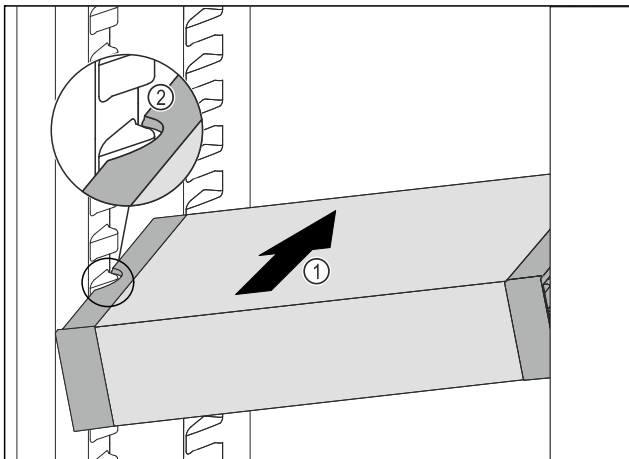

Fig. 104
- ▶ A VarioSafe fiókot ferdén tolja be a hűtőrészbe Fig. 104 (1) annyira, hogy a VarioSafe oldalsó kivágásai Fig. 104 (2) a hűtőrészben a tartóborda magasságában legyenek.